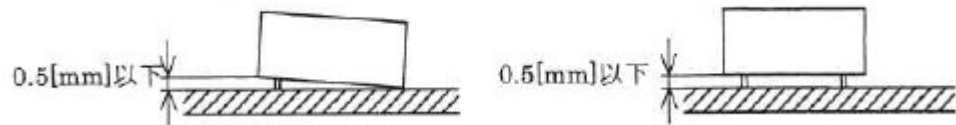

図5 部品の傾き
- ③ タクトスイッチ、トグルスイッチは、止まりがあるものは止まりまで差し込み、止まりがないものは密着して取り付けること。なお、浮き上がり限界は、図5に示すとおりとする。